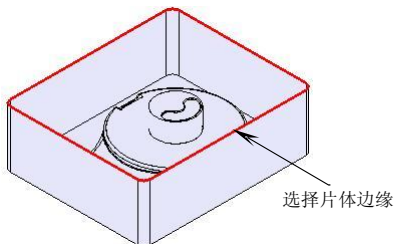
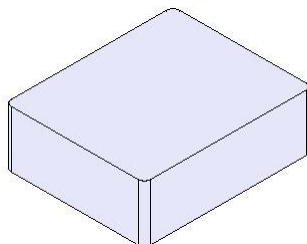

图7-40
图7-41
8. 使用【有界平面】功能，选择如图 7-40 所示的片体边缘创建有界平面，结果如图 7-41 所示。